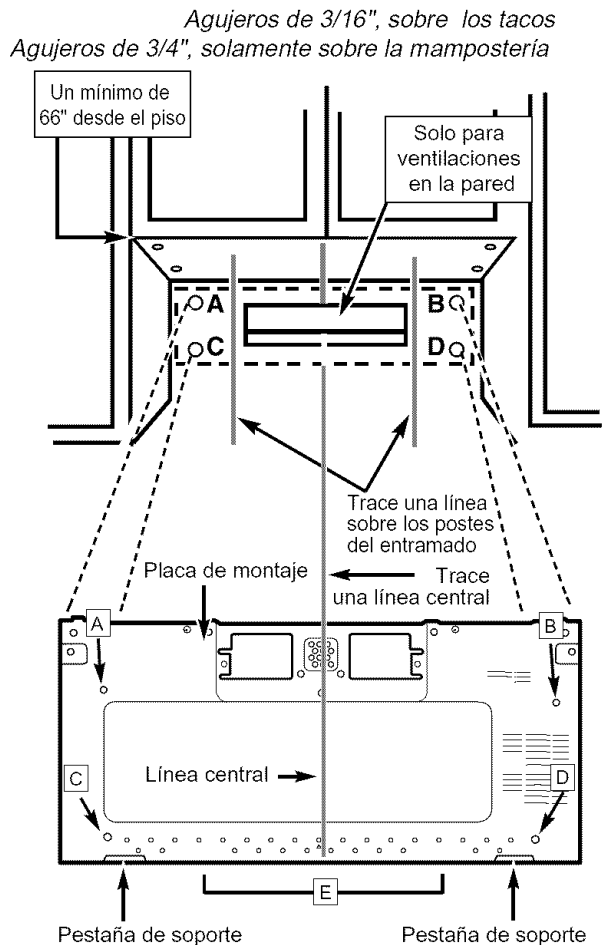

Figura 26
2. Mientras sostiene la placa de montaje con una mano, marque círculos sobre la pared en los agujeros "A", "B", "C" y "D". Deben usarse 4 agujeros para el montaje. Si no se usan estos agujeros, la instalación puede no ser segura, por lo que el instalador debe usar todos ellos para una instalación correcta. Use pernos de palancas acodadas a través de estos agujeros a menos que uno de ellos esté alineado con un poste del entramado. En ese caso use un tornillo de fijación. Vea la **Figura 26**.
1. Levante con cuidado el horno de microonda y cuélguelo de las pestañas de soporte (vea la **Figura 26**) en la parte inferior de la placa de montaje. Vea la **Figura 30**.